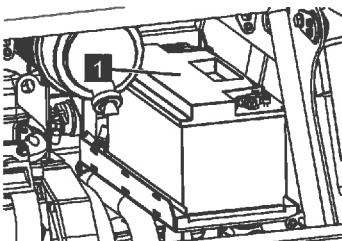

Abb. 210
4. Das rote Kabel mit dem Pluspol der leeren Batterie (Abb.210/1) verbinden.